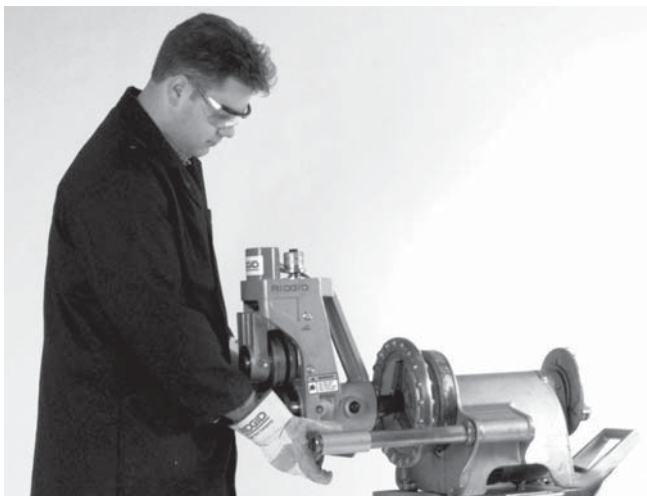

Рисунок 2 – Установка на силовой привод № 300
3. Наденьте основание на опорные рычаги силового привода 300. (Рисунок 2)